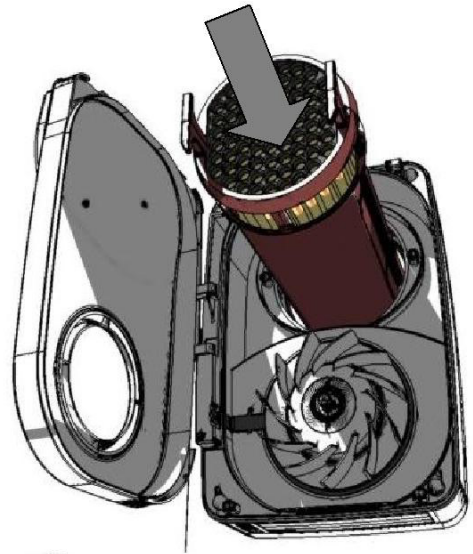

Fig.11
9) Insérez l'échangeur thermique à travers le châssis et dans le manchon mural. (Fig. 11).